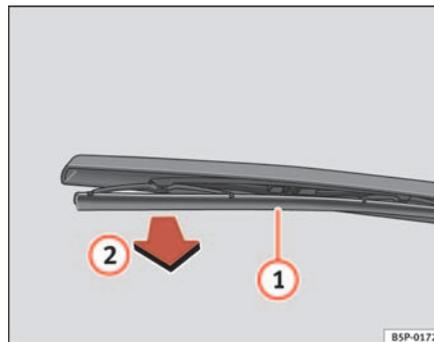

Fig. 160 Sostituzione della spazzola del tergilunotto
- Sollevare la racchetta del tergilunotto dal lunotto ⇒ **fig. 160** ▶
- Sbloccare la spazzola ① e tirare ② ⇒ pag. 225, fig. 160.